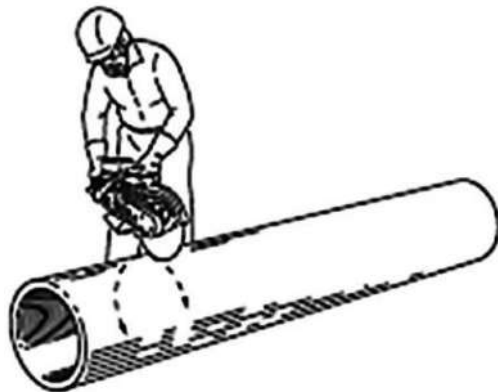

Рис. 33
15. Трубы большого диаметра режьте сверху, постепенно поворачивая трубу на 360° (рис.33).